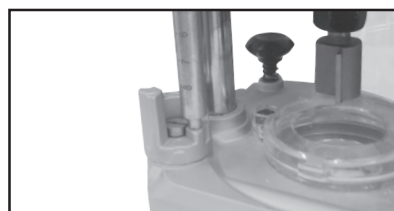

Abb. 13
2. Stellen Sie den Stufenanschlag auf die erste Stufe (Abb.13) ein.